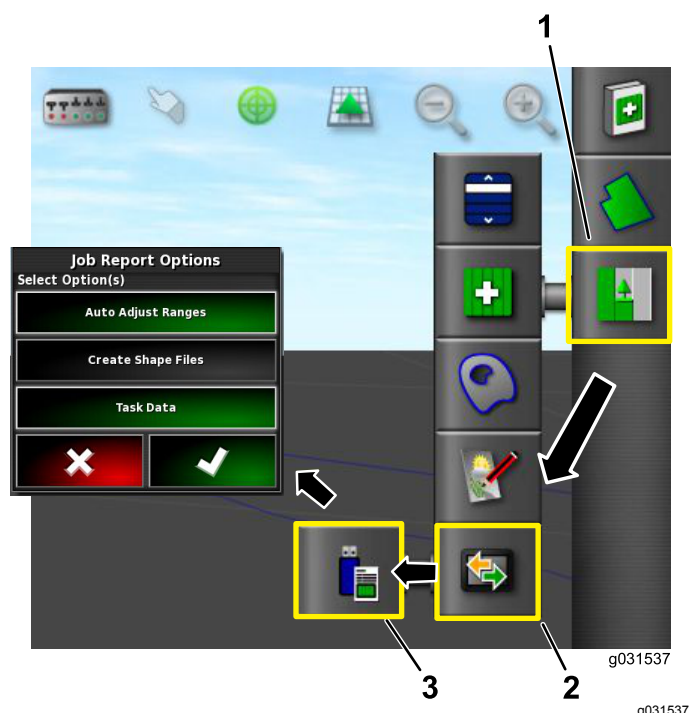

Figura 21
2. Selecione o ícone do menu de trabalhos (Figura 21).
3. Selecione o ícone de troca de dados (Figura 21).